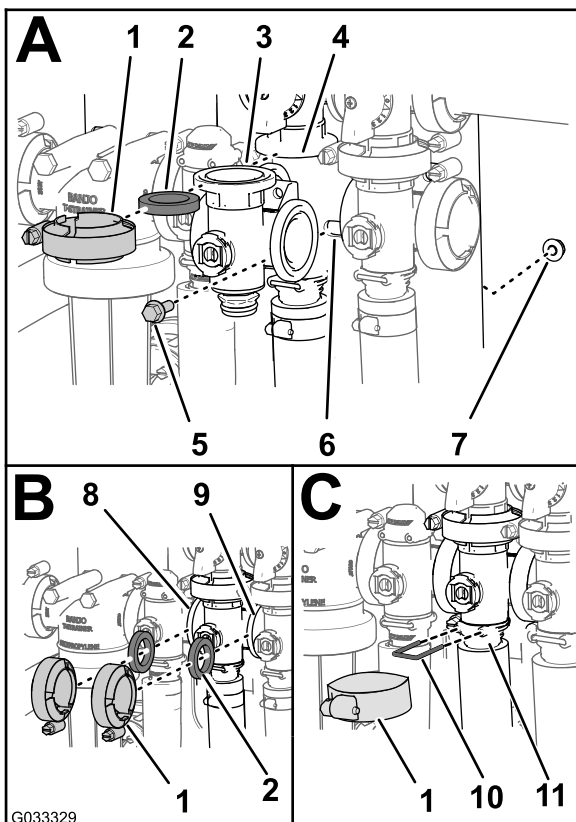

Рисунок 82
- Совместите фланец коллектора клапана перемешивания, 1 прокладку и фланец перепускного клапана перемешивания (Рисунок 82А).
2. Смонтируйте перепускной клапан перемешивания, прокладку и коллектор клапана перемешивания с помощью хомута, затянув его от руки (Рисунок 82А).
3. Установите прокладку между фланцами клапана управления нормой внесения и коллектором клапана перемешивания (Рисунок 82В).
4. Смонтируйте прокладку и коллектор клапана перемешивания с помощью хомута, затянув его от руки (Рисунок 82В).
5. Установите прокладку между фланцами коллектора клапана перемешивания и главного клапана секций (Рисунок 82В).
6. Смонтируйте коллектор клапана перемешивания, прокладку и главный клапан секций с помощью хомута, затянув его от руки (Рисунок 82В).
7. Смонтируйте коллектор клапана перемешивания и гнездо с помощью хомута, затянув его от руки (Рисунок 82С).
8. Прикрепите штуцер торцевой крышки к выпускному штуцеру, вставив держатель в гнездо выпускного штуцера (Рисунок 82С).